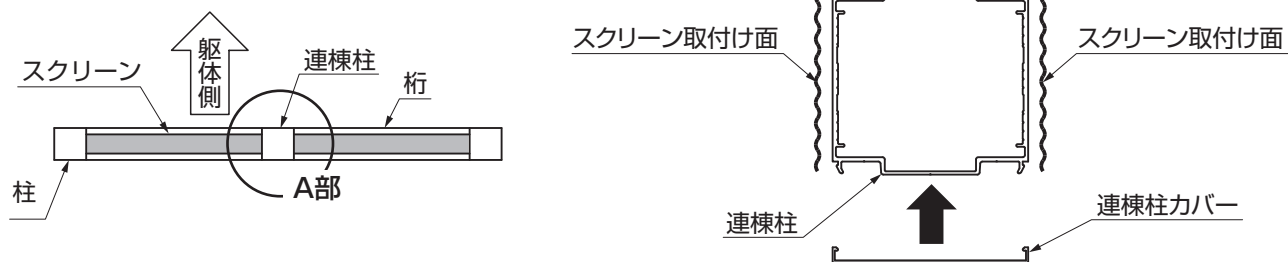
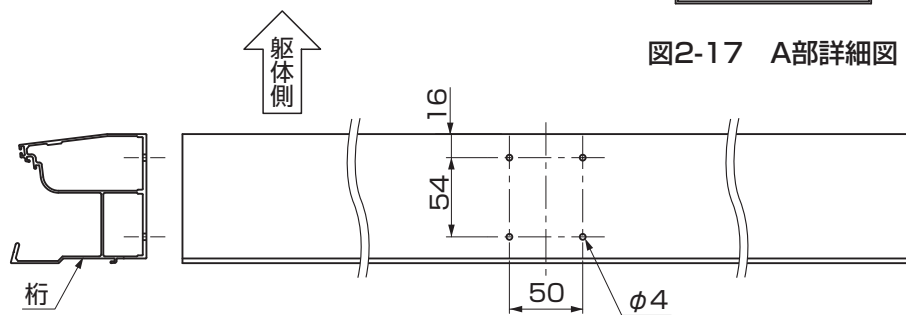
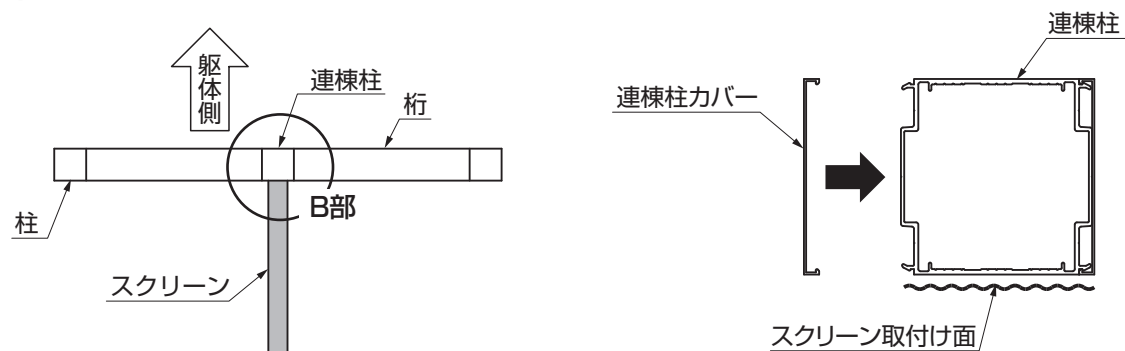
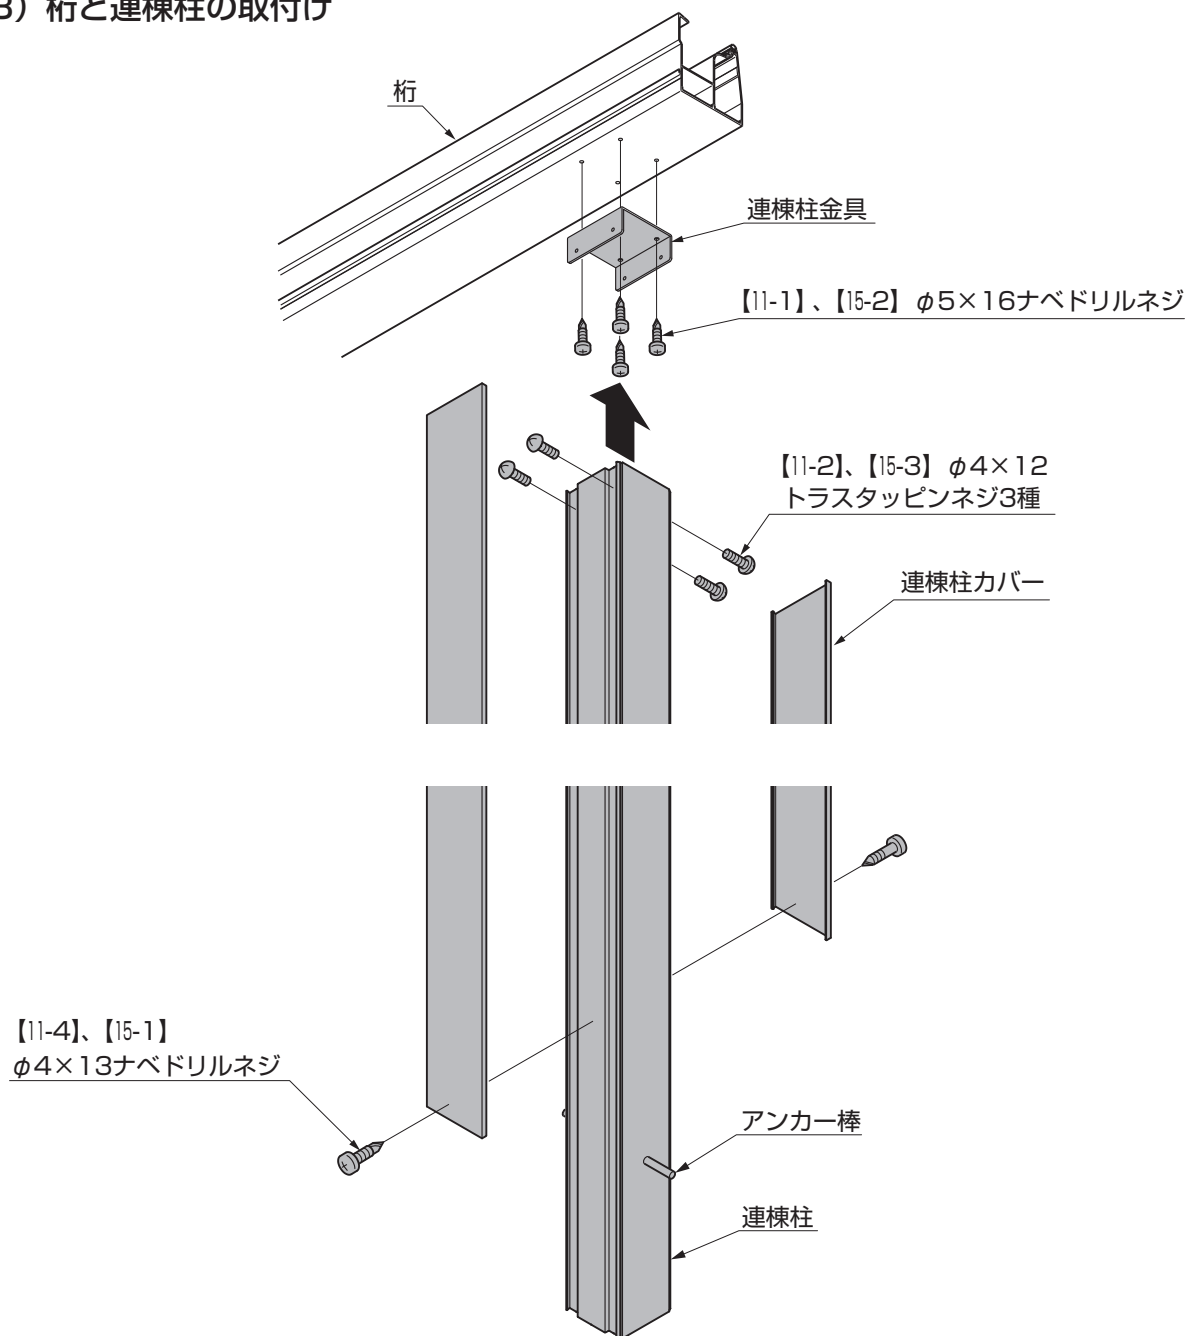

図2-17 A部詳細図
図2-18 桁の加工
図2-19 B部詳細図
図2-21
- 図2-21は標準、スクリーン平行取付け施工の場合の図です。スクリーン直角取付けの場合は、取付け方向が90°ずれます。(図2-17、図2-18参照)
- ①桁にφ3.5の穴をあけてください。(図2-17、図2-19参照)
- ②加工した桁に連棟柱金具を【11-1】、【15-2】で取付けてください。(図2-19参照)
- ③連棟柱にアンカー棒を差込み、連棟柱金具に【11-2】、【15-3】で取付けてください。
- ④連棟柱に連棟柱カバーをはめ込み、G.L.付近に【11-4】、【15-1】を取付けてください。